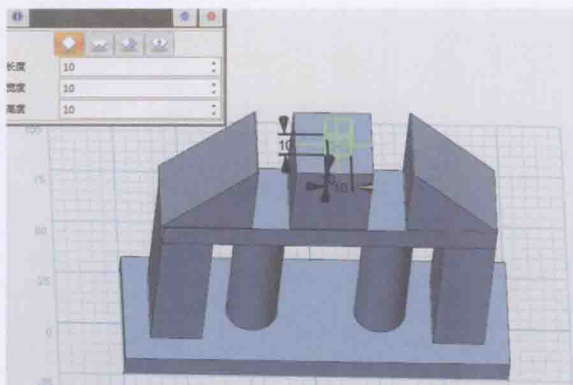

图 1-2-17
14. 绘制第五层。选择六面体命令 ，在如图 1-2-17 所示平面绘制 $60 \times 30 \times 10$ 的六面体。